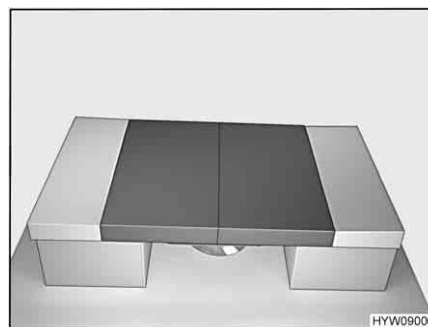

Fig. 64 Dopo la trasformazione
- Sistemare i cuscini del divano e dello schienale come illustrato nella Fig. 64.